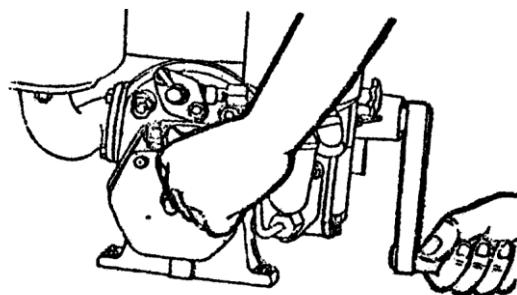

рис. 3
2. Переведите рычаг декомпрессии левой рукой и держите его, чтобы ввести в действие декомпрессионное устройство. Запустите двигатель, поворачивая правой рукой рукоятку запуска двигателя. Если двигатель начинает «кашлять», ускорьте вращение рукоятки и внезапно отпустите рычаг декомпрессии, продолжая при этом усиленно вращать рукоятку запуска двигателя. После этого двигатель запустится, и будет работать самостоятельно (Рис.3).